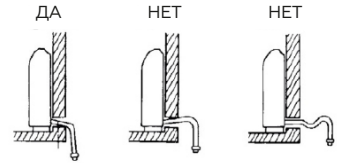

Рис.27
3. Полностью откройте нижний рычаг раздаточной гребенки (см. Рис. 27).